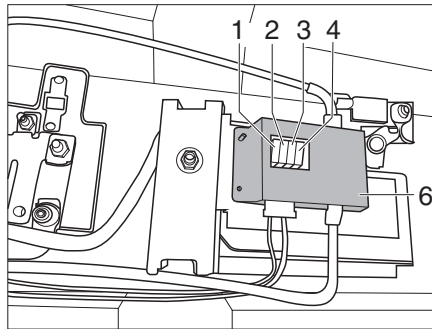
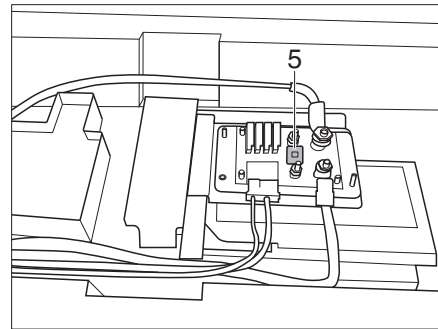

Bild 314 Sicherungen Globebus Performance
Bild 315 Sicherung Ladebooster (Abdeckung abgenommen)
- Um an die Sicherung F5 (Bild 315,5) für den Ladebooster zu gelangen, muss die Abdeckung (Bild 314,6) abgenommen werden.